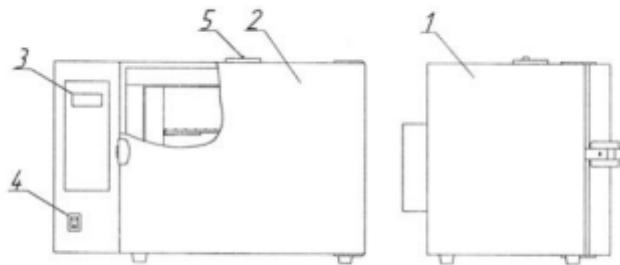
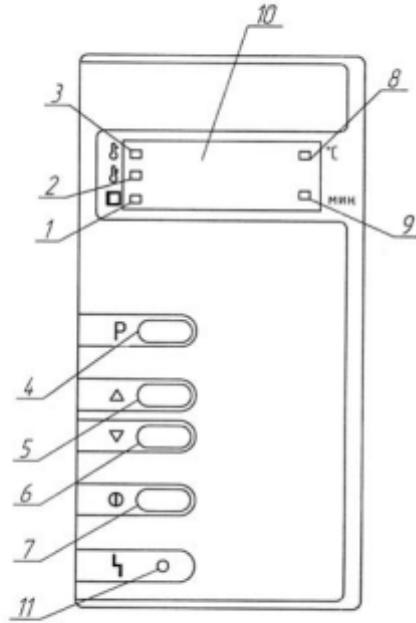

Рисунок 1 – Стерилизатор ГП МО. Общий вид
Рисунок 2 – Расположение органов управления стерилизатором на блоке управления
1.4.1 Общий вид стерилизатора представлен на рис. 1 и 2.
Установить выключатель (поз.4, рис. 1) в положение "1". На блоке управления загорится индикатор (поз.8, рис. 2), информационное табло (поз.10, рис.2) показывает текущую температуру в стерилизационной камере.
Для выбора программы стерилизации нажать на кнопку "Р" (поз.4, рис.2) и выбрать нужную программу путем нажатия на одну из кнопок "A", "B" (поз.5, 6, рис.2).
Для запуска выбранной программыкратковременно (не более 2 сек) нажать на кнопку "①" (поз.7, рис. 2). Стерилизатор перейдет в фазу «ПОДГОТОВКА». Информационное табло индицирует изменение температуры в камере. Происходит наивыв до установленного значения температуры.
При достижении заданной температуры стерилизатор переходит в фазу «СТЕРИЛИЗАЦИЯ». Включается светодиодный индикатор «СТЕРИЛИЗАЦИЯ» (поз.3, рис. 2), информационное табло попеременно индицирует время выдержки и текущую температуру в камере.Происходит выдержка при заданной температуре, по истечении которой стерилизатор переходит в фазу «ОХЛАЖДЕНИЕ».
В фазе «ОХЛАЖДЕНИЕ» включается электродвигатель вентилятора системы охлаждения, индикатор продолжает показывать изменение температуры в камере и горит индикатор «ОХЛАЖДЕНИЕ» (поз.2,рис. 2). Температура в камере падает. При понижении температуры до 75°C гаснет индикатор «ОХЛАЖДЕНИЕ», загорается индикатор «ВыГРУЗКА» (поз.1, рис. 2) и звучит прерывистый звуковой сигнал, который выключается через 1 минуту.
2.3.1 Установить выключатель (поз.4, рис. 1) в положение "I". На блоке управления загорится индикатор (поз.8, рис. 2), информационное табло (поз.10, рис.2) показывает текущую температуру в стерилизационной камере.
2.3.2 В алгоритме управляющей программы стерилизатора заложена возможность автоматического запуска прерванной (в результате кратковременного пропадания питанияющего напряжения) программы. Если после включения произошел автоматический запуск программы, то для ее остановки необходимо нажать на кнопку "①" (поз.7, рис.2) и удерживать в течение 3 секунд.
2.3.4 Стерилизатор запоминает в энергонезависимой памяти номер последней программы, запущенной на исполнение. Для ее повторного запуска можно сразу нажать на кнопку "①" (поз.7, рис. 2), не производя перебор программ.
2.3.5 Для запуска выбранной программы кратковременно (не более 2 сек) нажать на кнопку "①" (поз.7, рис. 2). При этом включится вентилятор принудительной циркуляции воздуха внутри стерилизационной камеры и стерилизатор перейдет в фазу «ПОДГОТОВКА». Информационное табло индицирует изменение температуры в камере. Происходит нагрев до установленного значения температуры.
При необходимости запущенную программу можно остановить, нажав на кнопку "①" (поз.7, рис.2) и удерживать в течение 3 секунд. Эту остановку можно выполнить в любой фазе стерилизации.
2.3.6 При достижении заданной температуры стерилизатор переходит в фазу «СТЕРИЛИЗАЦИЯ». Включается светодиодный индикатор «СТЕРИЛИЗАЦИЯ» (поз.3, рис. 2), информационное табло попеременно индицирует время выдержки и текущую температуру в камере. Происходит выдержка при заданной температуре, по истечении которой стерилизатор переходит в фазу «ОХЛАЖДЕНИЕ».
2.3.7 В фазе «ОХЛАЖДЕНИЕ» индикатор продолжает показывать изменение температуры в камере и горит индикатор «ОХЛАЖДЕНИЕ» (поз.2,рис. 2). Температура в камере падает.
2.3.8 При понижении температуры до 75°C гаснет индикатор «ОХЛАЖДЕНИЕ», загорается индикатор «ВЫГРУЗКА» (поз.1, рис. 2) и звучит прерывистый звуковой сигнал, который выключается через 1 минуту. Цикл стерилизации завершен.